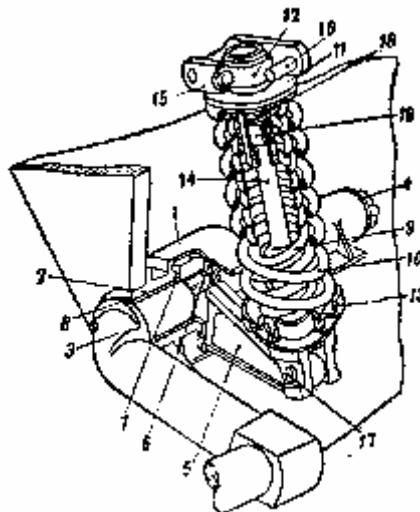

Рис. 136. Балансир и подвеска переднего опорного катка:
Балансиры передних катков отличаются от остальных (рис. 136). Ось балансира переднего катка опирается на две втулки, запрессованные в кронштейн корпуса 1. Смазку передней втулки осуществляют снаружи танка через отверстие в торце оси балансира 3 (отверстие закрыто ввёрнутой пробкой), а задней втулки — изнутри танка через маслёнку, ввёрнутую в крышку торца кронштейна 4.
- 1) Надеть на ось балансира проставочное кольцо 8 (см. рис. 136).
Осьное перемещение остальных балансиров после закрепления планок (см. рис. 125) и гайки 6 у переднего катка (см. рис. 136) должно быть в пределах 0,5...3,5 мм.
- 1) Расшплинтовать и вынуть палец, соединяющий шток подвески с рычагом 5 (см. рис. 136).
Подвески передних опорных катков (рис. 138 и 139) расположены внутри носовой части корпуса и ограждены специальными щитками. Подвеска переднего катка (см. рис. 136) состоит из двух винтовых пружин — внутренней 9 и наружной 10; стакана 11 с приваренным к нему кольцом 12, имеющим цапфы; опоры пружин 13; штока 14; траверз 15 и пальцев 16, при помощи которых подвеску крепят к корпусу танка.
- 2) Отединить шток 14 (см. рис. 136) подвески от рычага 5.